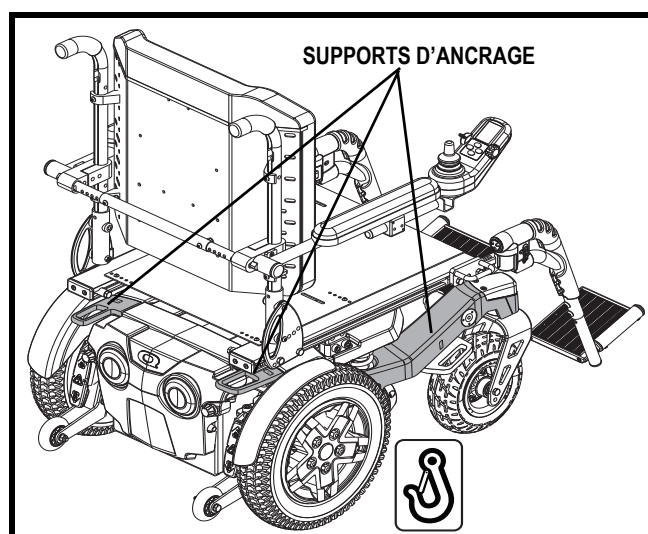

Figure 7. Support d'ancrage système transport
- Fixez les quatre (4) courroies aux points d'ancrage désignés et identifiés par le symbole d'ancre sur le fauteuil motorisé. Voir les figures 7 et 8. Serrez-bien les courroies pour retirer le jeu excessif.